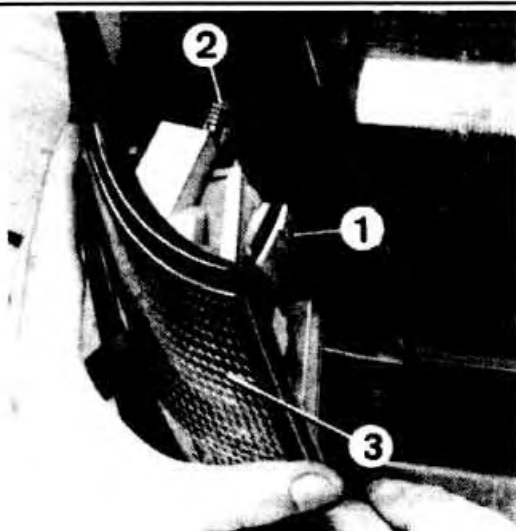

Рис. I-35. Замена лампы передних указателей поворота:
- Сжать лапки крепления держателя лампы и вынуть держатель с лампой (рис. I-35).